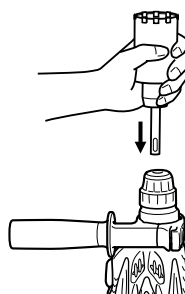
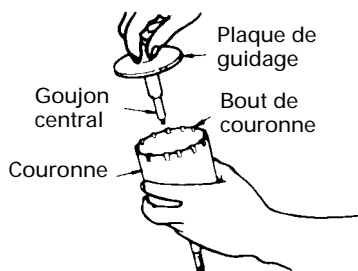

Fig. 16
Fig. 17
- (2) Monter la queue de couronne sur le marteau rotatif à percussion (Fig. 16).
- (3) Introduire le goujon central dans la plaque de guidage jusqu'à ce qu'il arrête.
- (4) Engager la plaque de guidage dans la couronne et tourner la plaque de guidage à gauche ou à droite de manière à ce qu'elle ne puisse pas tomber, même si elle est orientée vers le bas (Fig. 17).